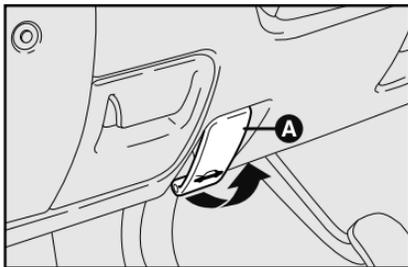

fig. 81
- Tire de la palanca **A-fig. 81** que se encuentra a la izquierda de la columna de dirección en el sentido que indica la flecha.